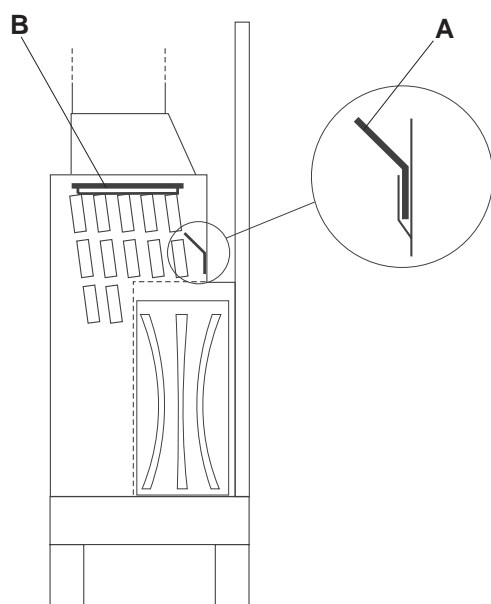

Fig. 7.4.1
- soulever le **déflecteur des fumées** (Fig. 7.4.1-A) en
- le **défecteur des tuyaux** (Fig. 7.4.1-B) se trouve en position horizontale au-dessus du conduit; s'en saisir à hauteur de son extrémité et l'extraire par la partie basse en le faisant progressivement pivoter.
- levantar el **deflector de humos** (Fig. 7.4.1-A) introduciendo los dedos en los dos orificios, sacarlo de la ranura donde está encajado, extraerlo pasándolo entre la campana de la chimenea y el haz de tubos.
- el **deflector de tubos** (Fig. 7.4.1-A) está ubicado horizontalmente sobre el haz de tubos. Agarrar sus extremos y sacarlo hacia el exterior y abajo, girándolo gradualmente.